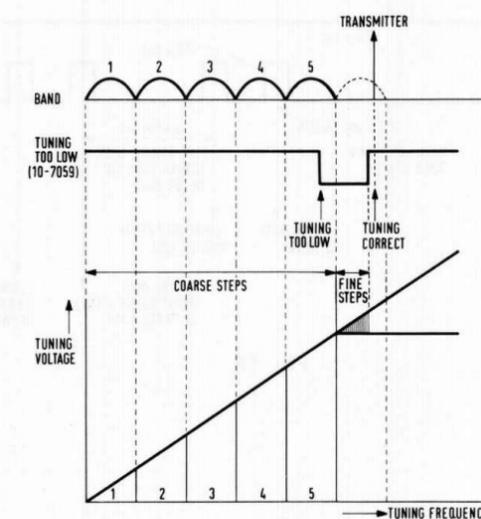

Fig. 15
d. Microcomputer 7059 begint met het stapsgewijs verhogen van de afsteminformatie (zie fig. 15). Een intern register in de microcomputer wordt nu met maximaal 64 bits (grof afstemming) volgelezen. Heeft de microcomputer in die tijd geen T.V zender gevonden dan wordt het gehele register gereset.